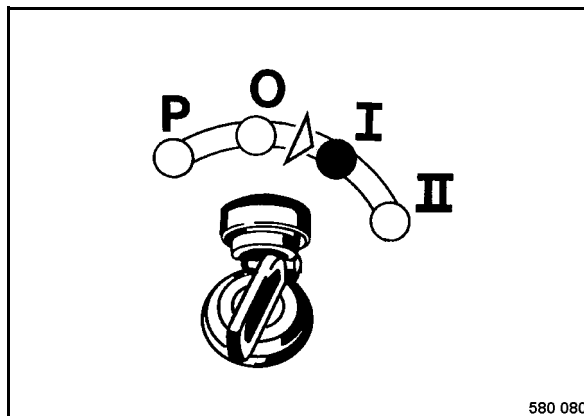

Fig. 188
- Colocar el interruptor de encendido y arranque a posición „I“ (Fig. 188).